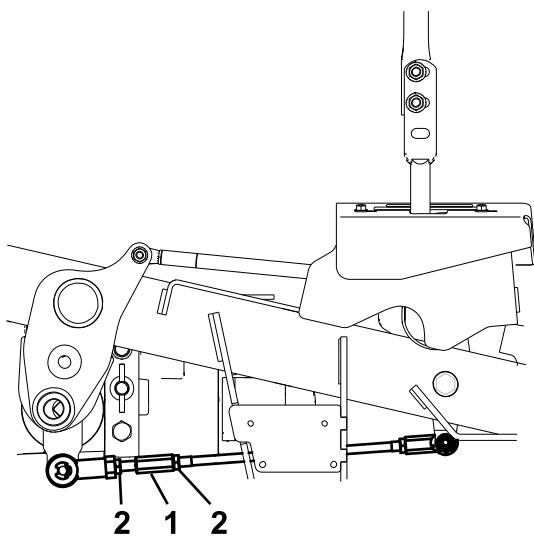

Bild 59
10. Stellen Sie die Länge der Pumpenschaltstange ein, indem Sie die Doppelmuttern an der Stange so weit in die entsprechende Richtung drehen, bis sich die Räder leicht zurückdrehen (Bild 59).